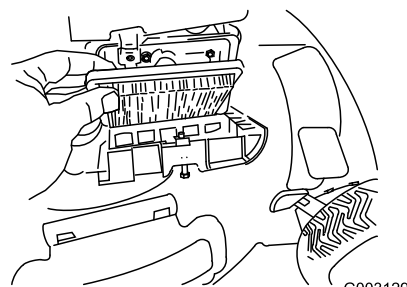

Bild 35
4. Setzen Sie die Abdeckung auf (Bild 35).